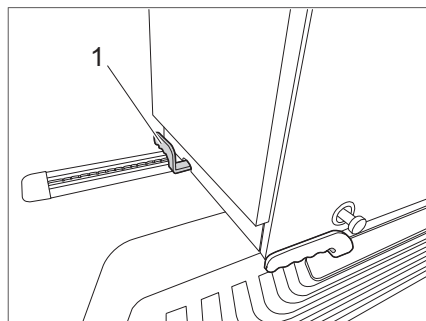

Figure 28 Déverrouiller le bloc cuisine
- Tirer le levier d'arrêt (Figure 28, 1) vers le haut.